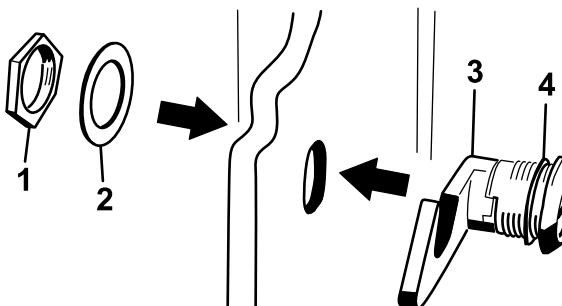

Figure 7
3. Retirez l'écrou du loquet de capot (Figure 7).
4. À l'extérieur du capot, insérez le côté en crochet du loquet dans le trou du capot en vérifiant que la rondelle d'étanchéité en caoutchouc reste à l'extérieur du capot (Figure 7).